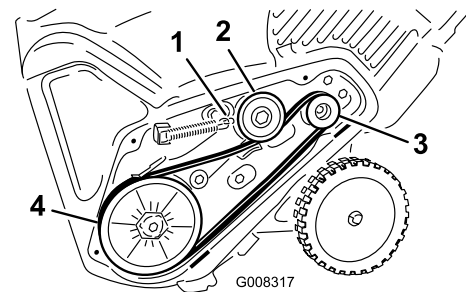

Figure 35
8. Raccrochez le ressort de frein au bras de la poulie de tension (Figure 35).
5. Montez et acheminez la nouvelle courroie comme indiqué à la (Figure 35).